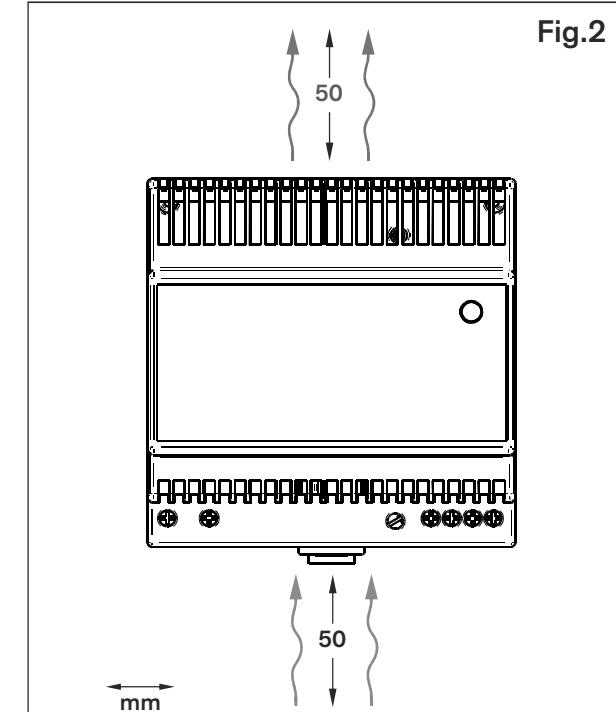

Fig.2
El dispositivo puede instalarse sobre carriles DIN de 35 mm, de acuerdo con las especificaciones de la norma DIN EN 50022. Es preciso cumplir los requisitos de provisión de un espacio de ventilación por encima y por debajo de la dispositivo. Fig.2
L'alimentatore può essere montato su una barra DIN da 35 mm conforme con le specifiche DIN EN 50022. Rispettare i requisiti relativi allo spazio di ventilazione che dev'essere presente sopra e sotto l'apparecchio. Fig.2
- Следует обеспечить надлежащее охлаждение прибора. Fig.2
Данное устройство может быть установлено на рейки DIN 35 мм, отвечающие спецификациям DIN EN 50022. Соблюдайте требования к вентиляционным зазорам сверху и снизу устройства. Fig.2